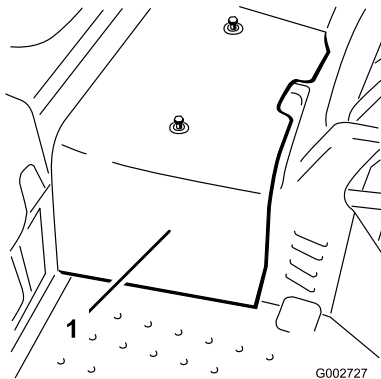

図 41
2. センターシュラウドを機体に止め付けているねじ2本を外してシュラウドを機体から取り外す 図 41。